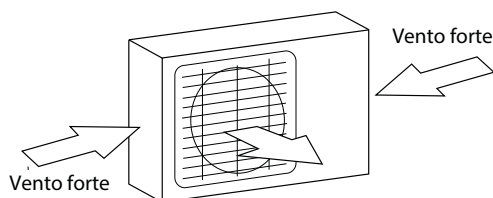

Fig. 5.1
- ☑ Se il luogo è esposto a venti forti (per esempio vicino al mare), l'Unità deve essere installata contro un muro, affinché sia riparata dal vento. Se necessario, utilizzare una tettoia. (Vedi Fig. 5.1 & 5.2)